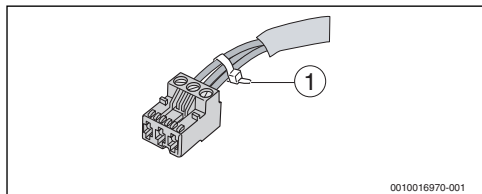

Fig. 58 Fissaggio dei cavi
- ▶ Assicurare reciprocamente i fili conduttori di ciascun cavo collegato. Questo può essere fatto mediante una spelatura corta dell'isolamento dei cavi o tramite una fascetta stringicavi vicino ai morsetti di collegamento (→ fig. 58).
- Assicurare reciprocamente i fili conduttori di ciascun cavo collegato. Questo può essere fatto mediante una spelatura corta dell'isolamento dei cavi o tramite una fascetta stringicavi vicino ai morsetti di collegamento (→ fig. 58, pag. 64).